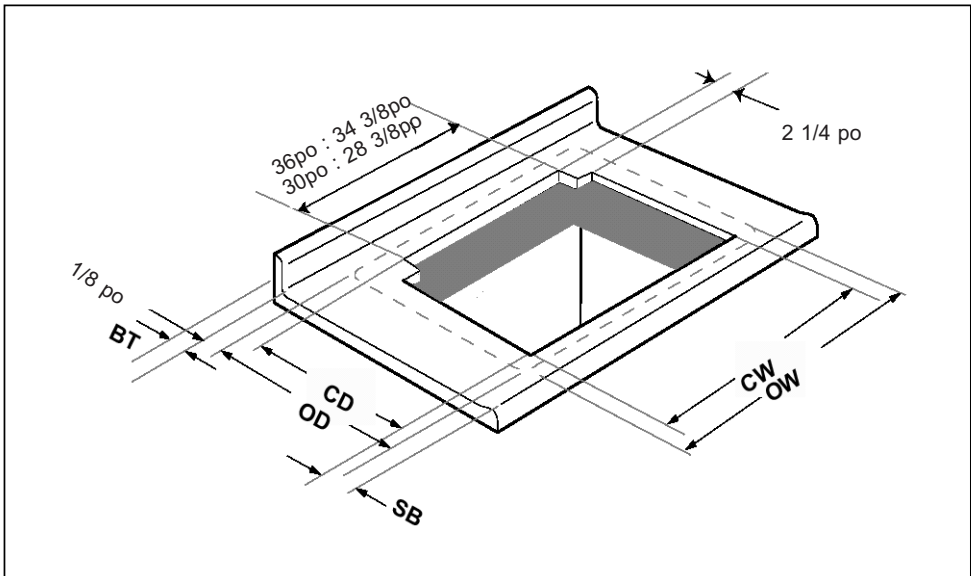

Fig. 7
Pour l'installation avec une plaque de cuisson, consulter section A et figure 7, page 29 ; pour une autre marque, voir section B, page 30.
A. Installation avec plaque de cuisson (figure 7 et tableau 2)